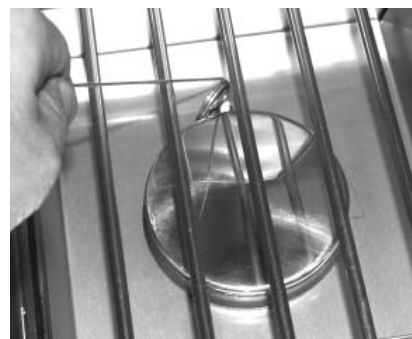

Fig. 18-2 - Éclairage manuel
2. Insérez soit un brûlant long baril briquet au butane, un match à longue tige de brûlure, ou une allumette en feu détenues par un titulaire d'extension de fil À travers les grilles de cuisson du brûleur (Fig. 18-2). Tenez la flamme contre le bord du brûleur.
4. Si le brûleur ne se allume pas dans les cinq (5) secondes de tourner le bouton de commande, **appuyez immédiatement sur le bouton et tournez la valve sur OFF**. Attendez cinq (5) minutes avant de répéter les étapes 2 à 4 des instructions du manuel d'éclairage.